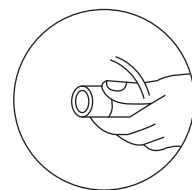

Fig. 4
- Pressionar os dedos sobre a fita, para que fique bem apertada. (Fig.4).